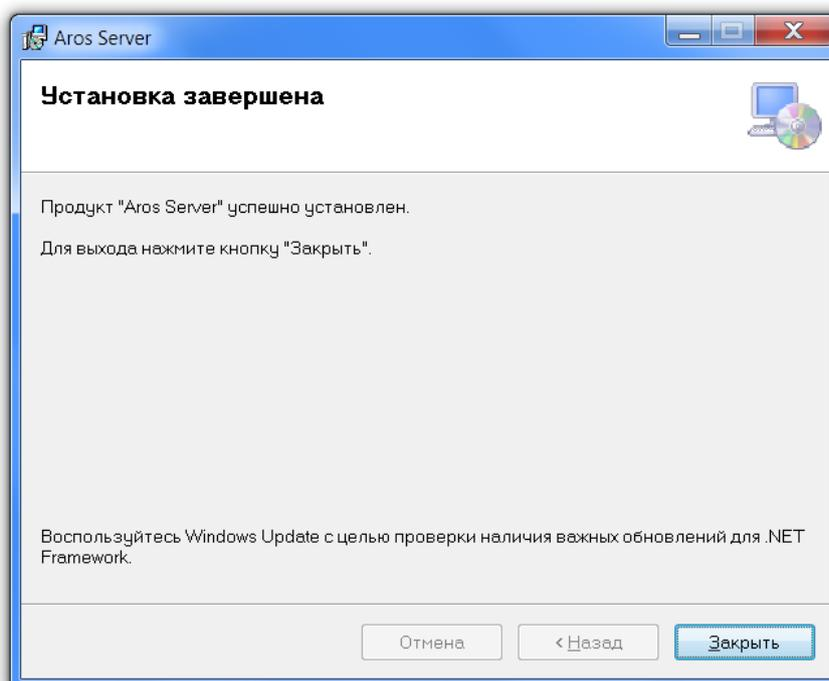

Рис. 1.5. Завершение установки «Арос-Сервер»
5. Нажмите кнопку Завершить. Установка программы «Арос-Сервер» успешно завершена. (рис. 1.5).